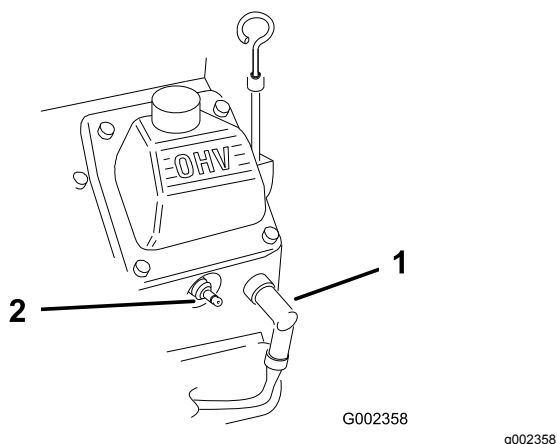

Figura 26
2. Desconecte los cables de las bujías (Figura 26).
3. Conecte los cables de las bujías a las bujías (Figura 26).